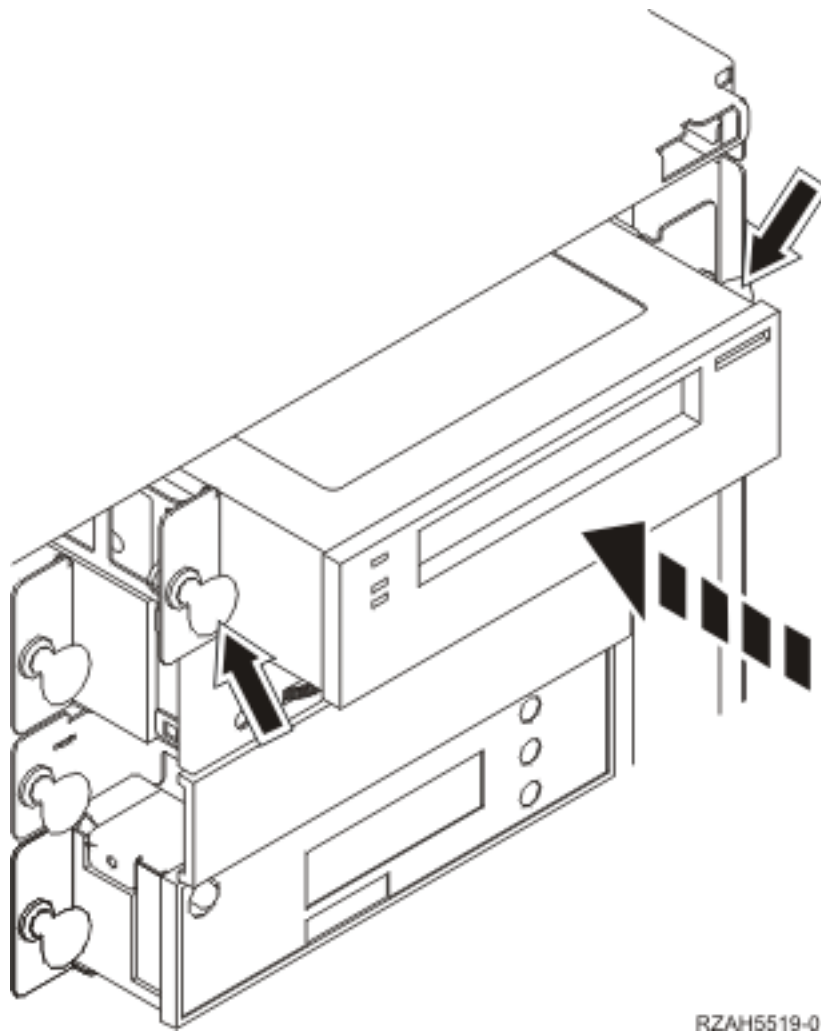

Figura 4. Instalar o dispositivo de suporte de dados amovível
- 4. Alinhe o dispositivo e faça-o deslizar para a parte da frente da unidade do sistema (Figura 4 na página 9) até que o dispositivo esteja alinhado na estrutura da sua unidade do sistema.